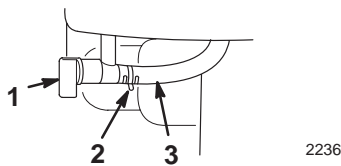

Figure 15
- **Robinet d'essence** (Fig. 15)—Fermez le robinet en le tournant dans le sens des aiguilles d'une montre et ouvrez-le en le tournant dans le sens contraire des aiguilles d'une montre. Fermez le robinet lorsque vous n'utilisez pas la déneigeuse.
4. Ouvrez le robinet d'essence situé au-dessous du réservoir de carburant (Fig. 15).
6. Fermez le robinet d'essence (Fig. 15).